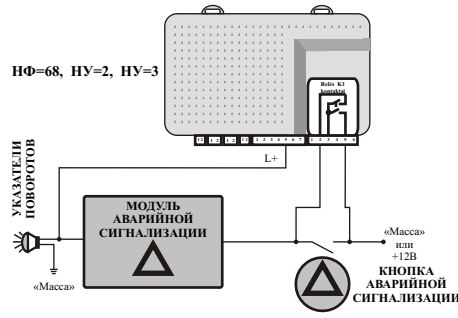
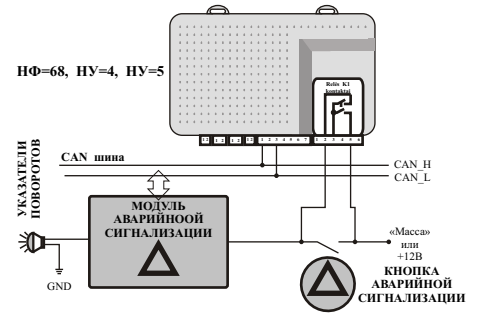
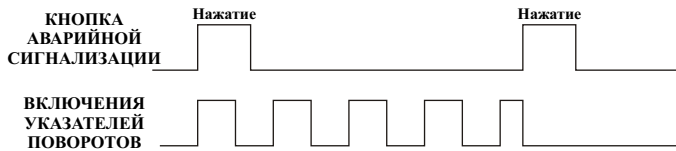
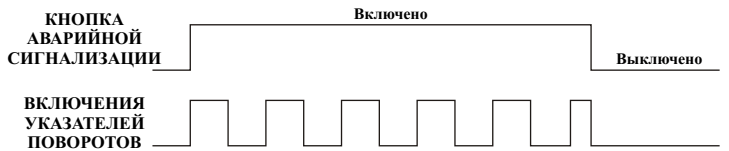

Рис. 3. Система считает включения указателей поворотов через ход L+.
Рис. 4. Система считает включения указателей поворотов через CAN шину.
Рис. 5. Нажатия кнопки аварийной сигнализации генерируют короткие электрические импульсы.
Рис. 6. Нажатие кнопки аварийной сигнализации генерирует постоянный электрический сигнал «включено» или «выключено».
включения указателей поворотов автомобиля. Счет включений производится через вход L+, который подключен к указателю поворота (см. рис. 3). Когда количество включений указателей поворотов соответствует требуемому системой, эмуляцией следующего нажатия кнопки аварийной сигнализации система останавливает включения указателей поворотов;
б) система тревожной сигнализации эмулирует нажатие кнопки аварийной сигнализации автомобиля (реле K1 соединяет цепь) и начинаются включения указателей поворотов автомобиля. Счет включений производится способом анализа информации CAN шины (см. рис. 4). Когда количество включений указателей поворотов соответствует требуемому системой, эмуляцией следующего нажатия кнопки аварийной сигнализации система останавливает включения указателей поворотов;
Во многих современных автомобилях нажатие кнопки аварийной сигнализации генерирует электрический импульс, обуславливающий начало включений указателей поворотов. Следующим нажатием кнопки генерируется импульс, останавливающий включения указателей поворотов (см. рис. 5). «GN7C» генерирует эти импульсы при помощи реле K1, замыкающей нормально разомкнутые контакты на промежуток времени в 0,25с.
В некоторых автомобилях нажатие кнопки аварийной сигнализации создает постоянный электрический сигнал, обуславливающий включения указателей поворотов, и указатели поворотов включаются пока этот сигнал присутствует (см. рис. 6).
- указатели поворотов подключаются по схеме, приведенной на рис. 3, а кнопка аварийной сигнализации действует по диаграмме, приведенной на рис. 5. Это второй по популярности метод подключения указателей поворотов. Должна быть выбрана установка NU=2 функции HF68;
- указатели поворотов подключаются по схеме, приведенной на рис. 4, а кнопка аварийной сигнализации действует по диаграмме, приведенной на рис. 5. Это третий по популярности метод подключения указателей поворотов. Должна быть выбрана установка NU=4 функции HF68;
- указатели поворотов подключаются по схеме, приведенной на рис. 3, а кнопка аварийной сигнализации действует по диаграмме, приведенной на рис. 6. Это редко используемый метод подключения указателей поворотов. Должна быть выбрана установка NU=3 функции HF68;
- указатели поворотов подключаются по схеме, приведенной на рис. 4, а кнопка аварийной сигнализации действует по диаграмме, приведенной на рис. 6. Это редко используемый метод подключения указателей поворотов. Должна быть выбрана установка NU=5 функции HF68.